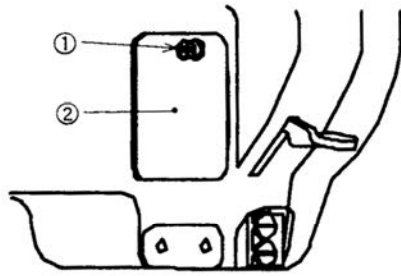

Рис. 17
<ol style="list-style-type: none"> 1. Установите шкалу стежка на «0» мм. 2. Поверните маховое колесо, чтобы перевести игловодитель в самую низкую точку его хода. 3. Поверните маховое колесо таким образом, чтобы винт № 2 ① в нижнем цепном колесе параллелен верхней поверхности ② основы машины. 4. Сцепите зубчатый ремень привода ③ с нижним цепным колесом ④. <p>(Предупреждение) Рис. 17 показывает положение со стороны махового колеса.</p>	<ul style="list-style-type: none"> • Может привести к выполнению ослабленных стежков. • Изменится момент подачи и момент иглы к челноку.